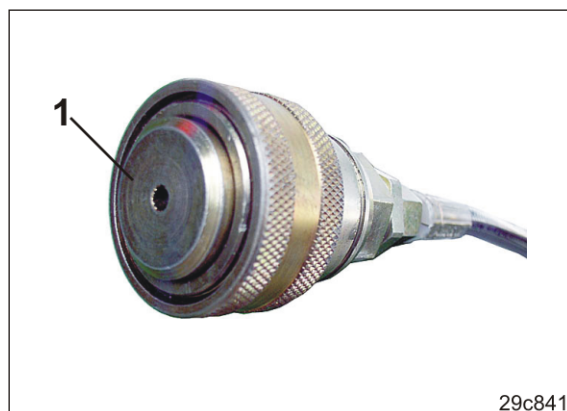

Fig. 139
3. Tøm hydrobeholderen (Fig. 136/1) inden du afkobler hydraulikmuffen (Fig. 139).
Hydraulikmuffen (Fig. 139) kan kun tilkobles traktoren igen med tom hydrobeholder.
6. Luk hydraulikmuffen og stikket med beskyttelseshætter (Fig. 139/1) mod snavs.